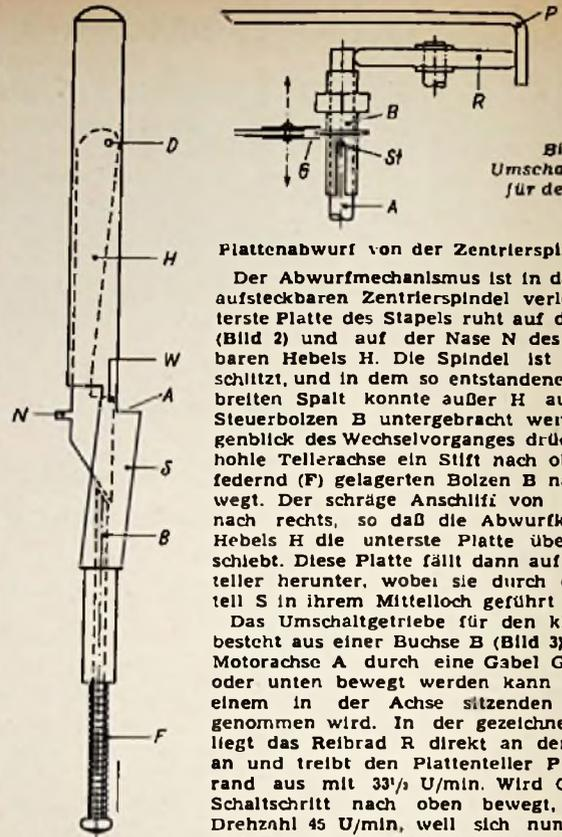

Bild 2.
Der Abwurfmechanismus ist in das Innere der aufsteckbaren Zentralspindel verlegt. Die unterste Platte des Stapels ruht auf der Auflage A (Bild 2) und auf der Nase N des um D drehbaren Hebels H. Die Spindel ist nämlich geschlitzt, und in dem so entstandenen etwa 3 mm breiten Spalt könnte außer H auch noch der Steuerbolzen B untergebracht werden. Im Augenblick des Wechselvorganges drückt durch die hohle Tellerachse ein Stift nach oben, der den federnd (F) gelagerten Bolzen B nach oben bewegt. Der schräge Anschlag von B schiebt H nach rechts, so daß die Abwurfkante W des Hebels H die unterste Platte über A hinauschiebt. Diese Platte fällt dann auf den Plattenteller S herunter, wobei sie durch den Spindelteil S in ihrem Mittelloch geführt wird.